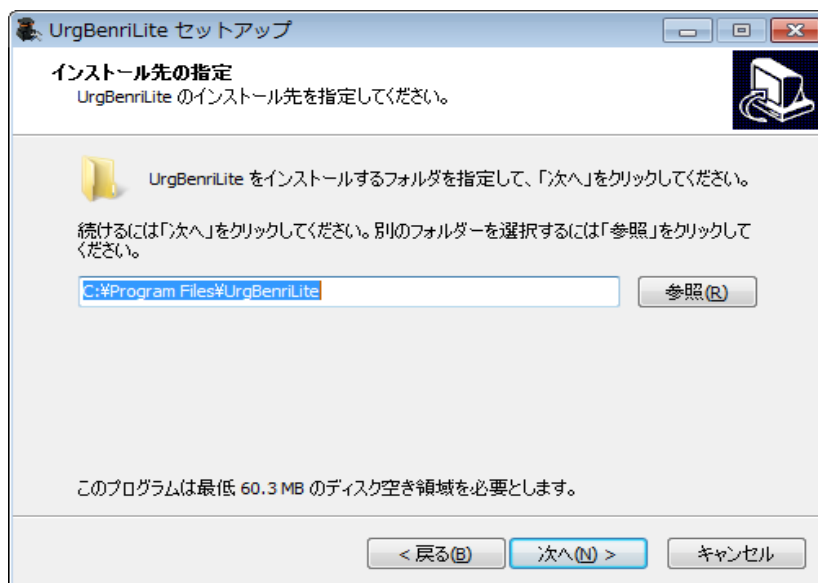

図 2-5 インストール先の指定画面
8. 図 2-5 の次へボタンをクリックすると、「UrgBenri Lite」のインストールを開始します。